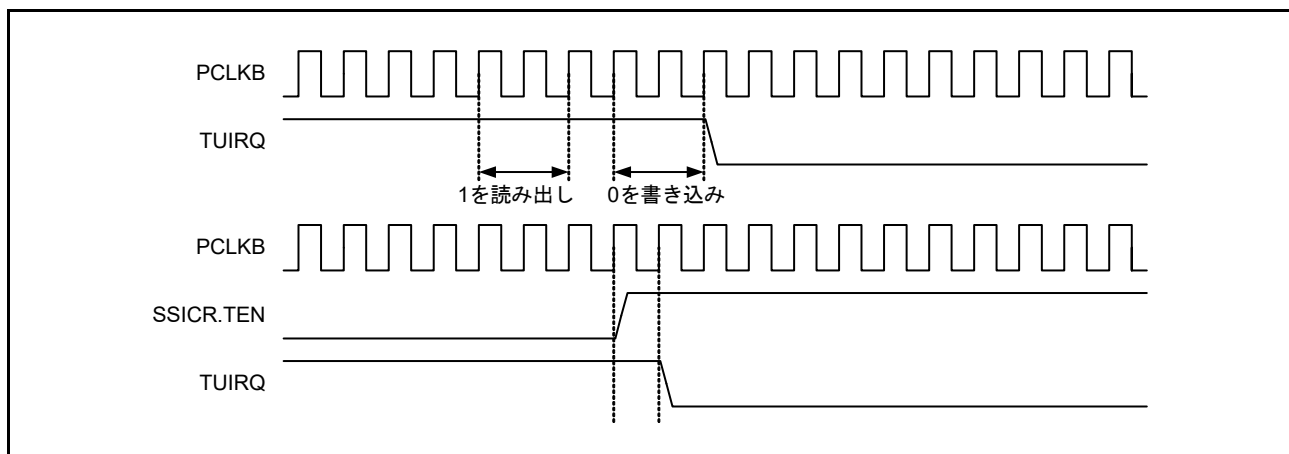

図 39.19 TUIRQ クリアタイミング
1. 本ビットから 1 を読み出した後に、0 を書き込んだとき（図 39.19 に示すタイミングと同じ）
1. 本ビットから 1 を読み出した後に、0 を書き込んだとき (図 39.19 に示すタイミングと同じ)
- (1) 本ビットから 1 を読み出した後に、0 を書き込んだとき (図 39.19 に示すタイミングと同じ)
- (2) SSICR.TEN に 1 を書き込んでから PCLKB の 1 サイクルが経過したとき (注 3)